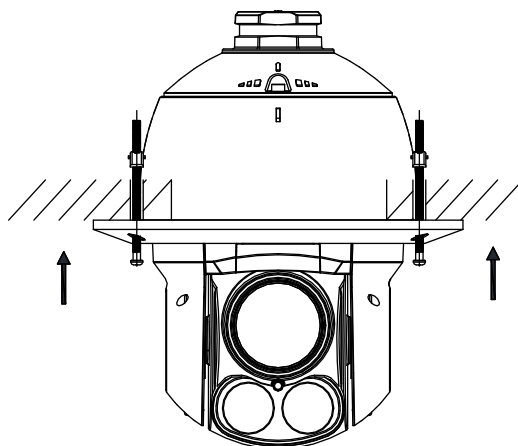

图2-38 球机安装到已打孔位置
2. 验证完毕后关闭电源，按照以下指示位置及方向，将球机安装到天花板已打孔位置处，如图 2-38 所示。